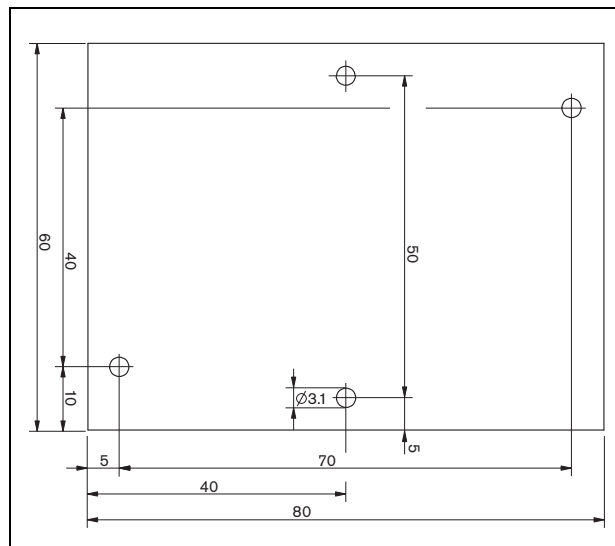

figura 12.5: Dimensión del PCB del esclavo de supervisión
- 1 Utilice los orificios del esclavo de supervisión (consulte figura 12.5) para montarlo en un altavoz. Las bobinas de la placa de circuitos impresos del esclavo de supervisión deben mantenerse a una distancia de 30 mm o más del imán del altavoz y a una distancia de 50 mm o más del transformador del altavoz, de lo contrario los campos magnéticos podrían perturbar el funcionamiento correcto del esclavo de supervisión.